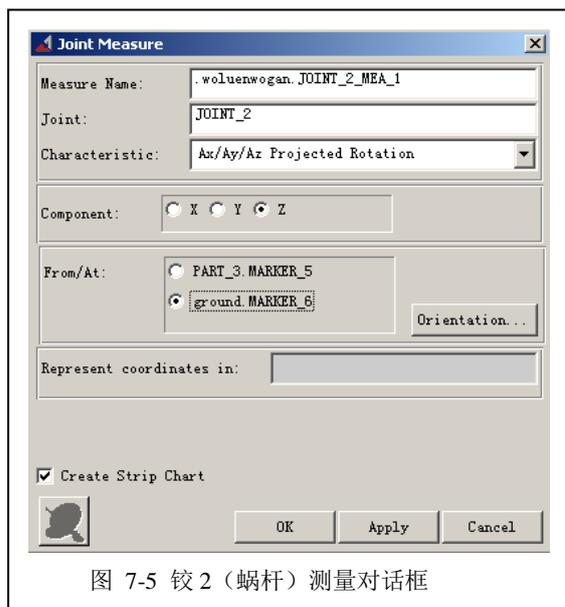
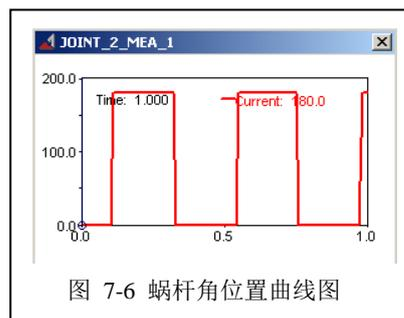

图 7-5 铰 2（蜗杆）测量对话框
图 7-6 蜗杆角位置曲线图
7.3 重复步骤 7.1、7.2，则 JOINT_2 角位置即蜗杆角位置测量设置和曲线图如图 7-5、图 7-6 所示。